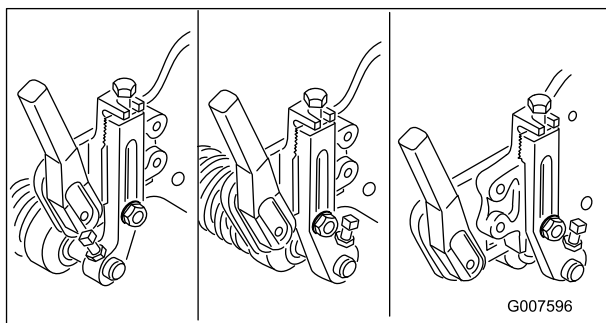

Рисунок 57
**Примечание:** В зависимости от применения и нужд пользователя передний валик может быть установлен в три разных положения (Рисунок 57).